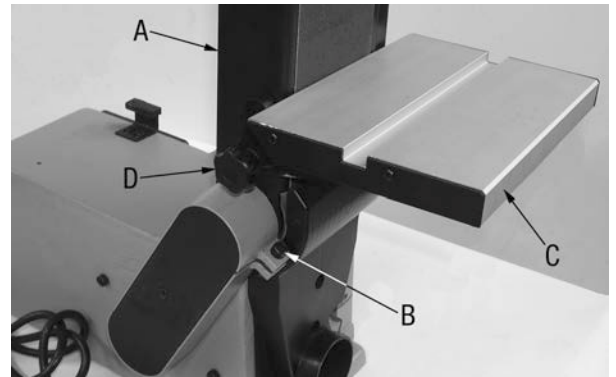

Figure 7
**NOTEZ:** Le lit de la courroie de ponçage (A) Fig.7 peut être incliner à une position verticale en dévissant le boulon à tête cylindrique (B) et inclinez le lit.
3. Installez la table (C) Fig.7 au trou auxiliaire sur le lit de la ponceuse. Installez et serrez le bouton de verrouillage et rondelle (D).